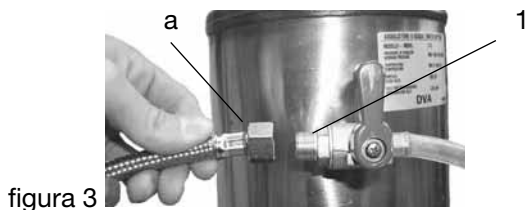

figura 3
- 1) Utilizzare il tubo **a** (da 900 mm, fornito in corredo alla macchina) per collegare la valvola d'intercettazione della rete idrica al rubinetto **1** di entrata acqua all'addolcitore (figura 3).